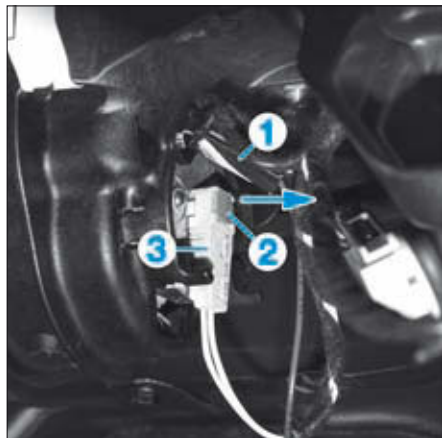

FIG. 4
- Débrancher le connecteur de masse (1) (Fig.4).
- Déverrouiller la sécurité (2) puis débrancher le connecteur (3) de l'airbag.